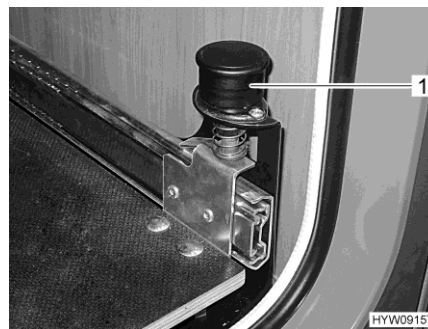

Fig. 84 Pomello con arresto
- Tirare verso l'alto il pomello (Fig. 84,1). La base estraibile del vano portabombole è sbloccata.